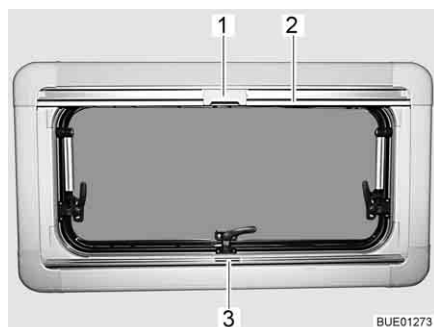

Bild 107 Ausstellfenster
Schließen: ■ faltverdunklung in der Mitte der Griffleiste (Bild 107,3) fassen, von unten nach oben ziehen und auf der gewünschten Höhe loslassen. Die faltverdunklung bleibt in dieser Höhe stehen.
Schließen: ■ Insektenschutzrollo an der Griffleiste (Bild 107,2) nach unten ziehen, bis es an der Griffleiste der faltverdunklung (Bild 107,3) anstößt.
■ Raste (Bild 107,1) am Insektenschutzrollo mit der Griffleiste der faltverdunklung verriegeln.
Öffnen: ■ Raste (Bild 107,1) am Insektenschutzrollo oben nach hinten drücken.
■ Insektenschutzrollo an der Griffleiste (Bild 107,2) langsam zurückführen.